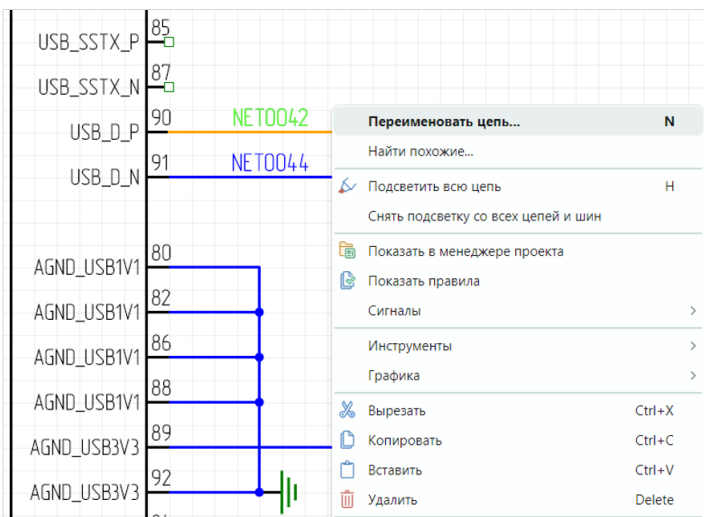

Рис. 137 Вызов инструмента «Переименовать цепь»
2. Выберите инструмент «Переименовать цепь» или воспользуйтесь горячей клавишей, по умолчанию для данного действия задана клавиша «N», см. Рис. 137.